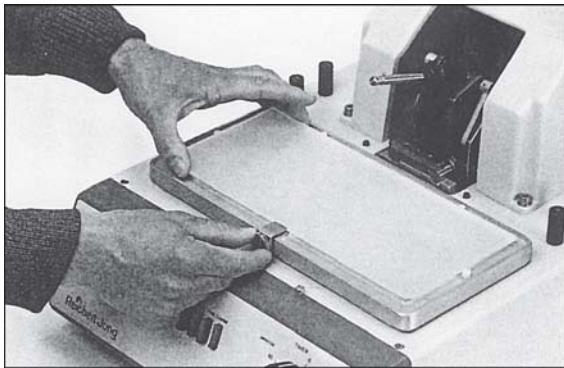

Abb. 22.1
4. Legen Sie eine der beiden Glasplatten auf den Plattenhalter und ziehen Sie die Klemmschraube nur leicht an. Achten Sie darauf, dass die Oberfläche der Klemmschraube unterhalb der Oberfläche der Glasplatte liegt (**Abb. 22.1**).